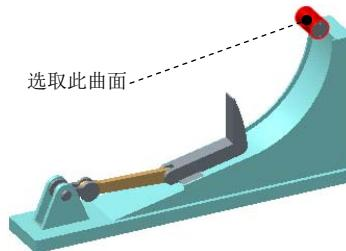

图 7.7.18 定义“凸轮 1”的参考
(1) 选择命令。单击 **连接** 区域中的“凸轮”按钮 ，系统弹出“凸轮从动机构连接定义”对话框。
(2) 定义“凸轮 1”的参考。选中对话框中的 **自动选择** 复选框，选取图 7.7.18 所示曲面为“凸轮 1”的参考，单击“选择”对话框中的 **确定** 按钮。
(1) 选择命令。单击**连接**区域中的“凸轮”按钮 ，系统弹出“凸轮从动机构连接定义”对话框。
(2) 定义“凸轮 1”的参考。选中对话框中的**自动选择**复选框，选取图 7.7.18 所示曲面为“凸轮 1”的参考，单击“选择”对话框的**确定**按钮。